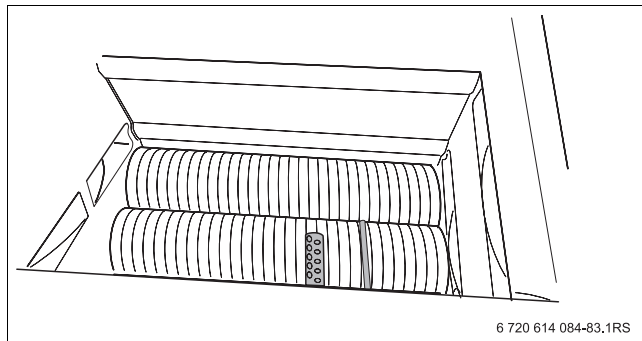
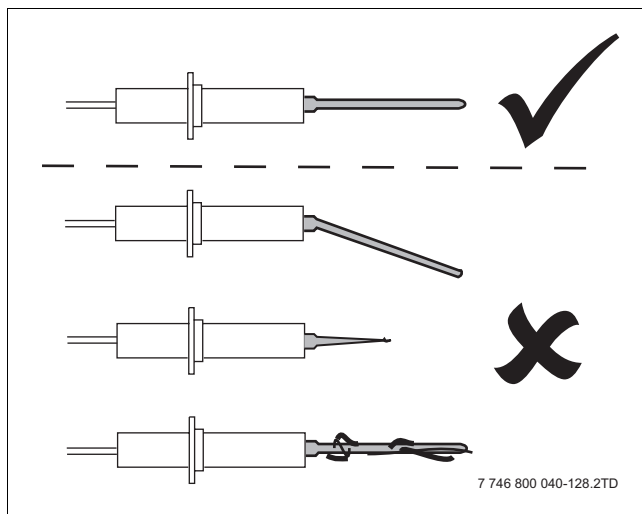

Bild 76 Ionisationselektrode und Glühzünder prüfen
Bild 77 Ionisationselektrode prüfen
- Ionisationselektrode und Glühzünder auf Verschleiß, Beschädigung oder Verschmutzung prüfen (Bild 76 und Bild 77).